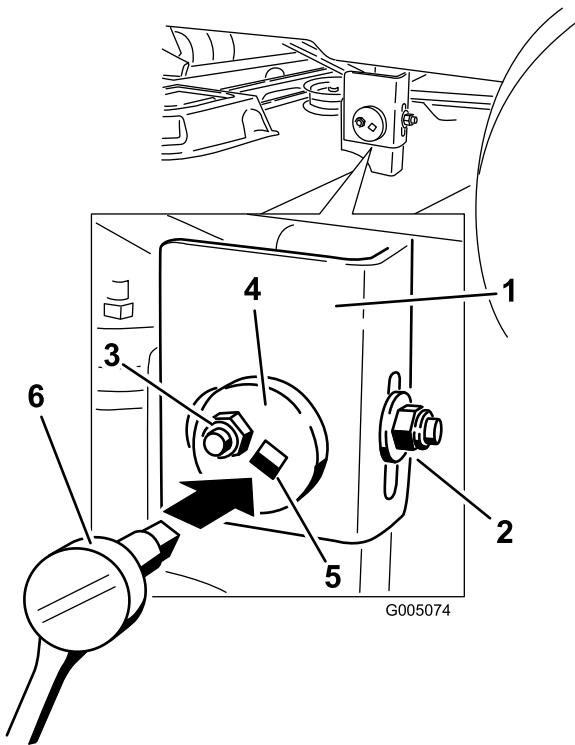

Figure 49
6. Passez au côté gauche de la machine. Desserrez sans le retirer, l'écrou de blocage arrière sur le support (Figure 49).
7. Desserrez l'écrou de blocage latéral sur le support jusqu'à ce qu'il soit possible d'ajuster la plaque excentrique (Figure 49). Utilisez une clé à douille munie d'une rallonge de 9,5 mm (3/8") pour manipuler la plaque excentrique. Utilisez la clé pour repositionner le plateau de coupe à la hauteur voulue.
8. Arrêtez le plateau de coupe et vérifiez sa hauteur, puis serrez l'écrou de blocage latéral sur le support pour fixer cette nouvelle position (Figure 49). Serrez l'écrou de blocage arrière sur le support.